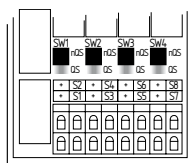

Fig. 4
- Pos. nQS (arriba) (véase fig. 4): no detecta cortocircuitos entre hilos, adecuado para aplicaciones de un sólo canal y aplicaciones con salidas con potencial positivo en los circuitos de control.